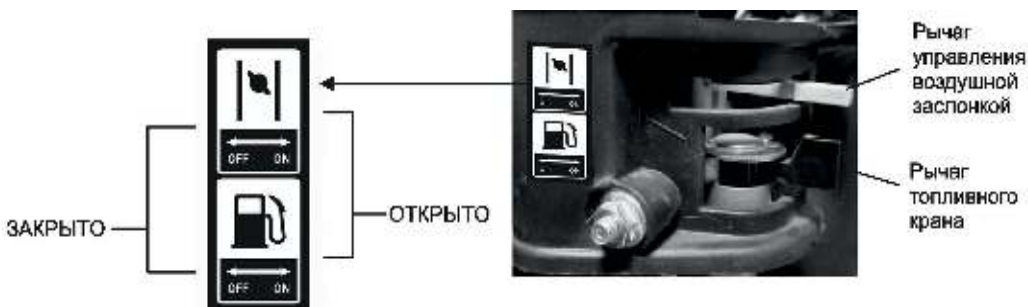

Рис. 12
1. Поставьте рычаг топливного крана в положение («ON») (ОТКРЫТО) (Рис. 12).
2. При запуске холодного двигателя переведите рычаг управления воздушной заслонкой в положение «OFF» (ЗАКРЫТО) (Рис. 12). Не закрывайте воздушную заслонку, если двигатель прогреет.